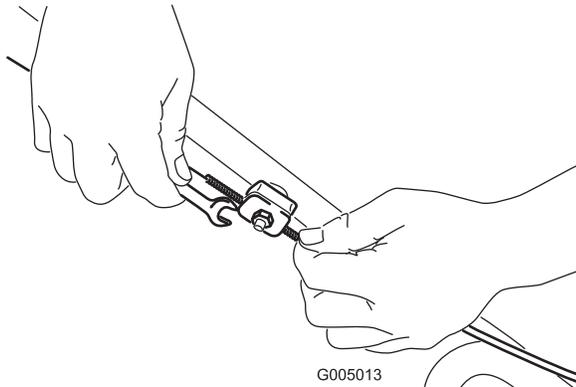

Figure 24
1. Desserrez l'écrou de support du câble (Figure 24).